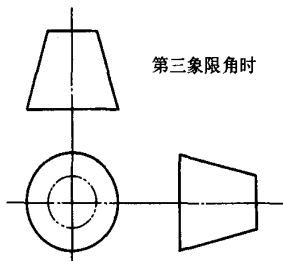

图 2
(2) 修改设置。绘好后如直接按如下操作: 文件→新建→新增对话框勾选绘图→点击确定→新制图→点击确定, 即生成二维工程图, 如图 2; 但此工程图投影方向不符合我国制图习惯。